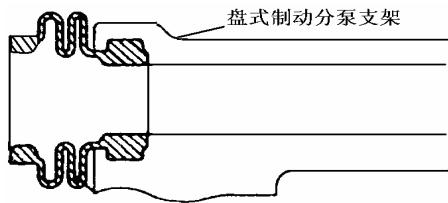

图 3—25
- (1) 拆下2片带消音垫的制动片。
- (2) 从每块片上拆下1号和2号消音垫片。
- 7) 拆卸后盘滑动销防尘套。从后盘式制动分泵支架上拆下2个防尘套，如图3—25所示。